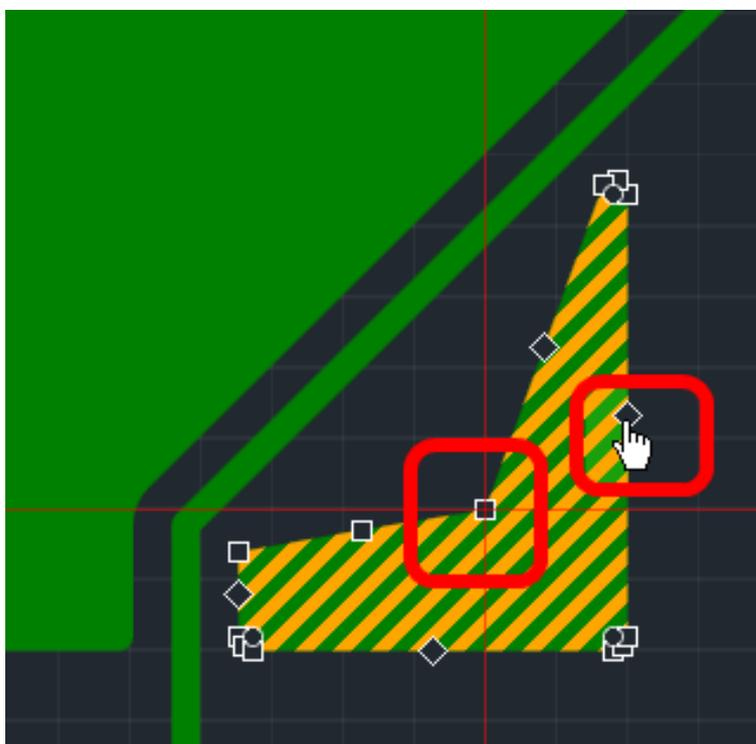

Рис. 157. Изменение геометрии острова металлизации
2. Поместить курсор на одну из точек редактирования и, зажав левую кнопку мыши, переместить точку, изменяя геометрию острова, см. Рис. 157. При наведении курсора на точку редактирования он изменяет свой вид (на рисунке справа).